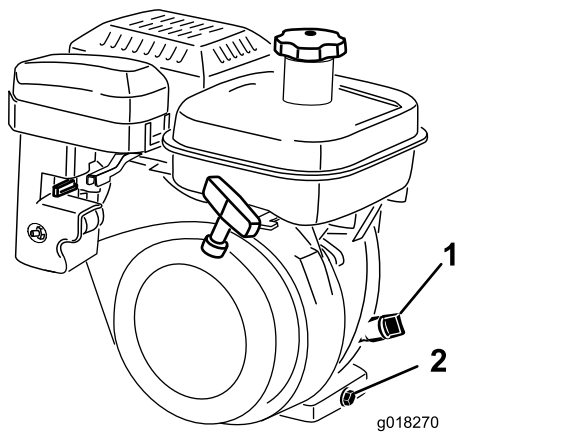

图34
2. 调整机器使发动机保持水平并清洁量油尺周围的区域 图34。
3. 逆时针旋转油位量油尺然后将其取出图34。
2. 在机器后部的排油塞下放置一个放油盘 (图34)。拧松排油塞。